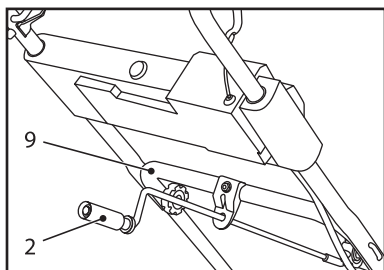

Рис. 8.
- Установите ручку (2) в держатель на нижней стойке (4), ручка должна быть расположена прямо, а ее захват обращен вверх (рис. 8).